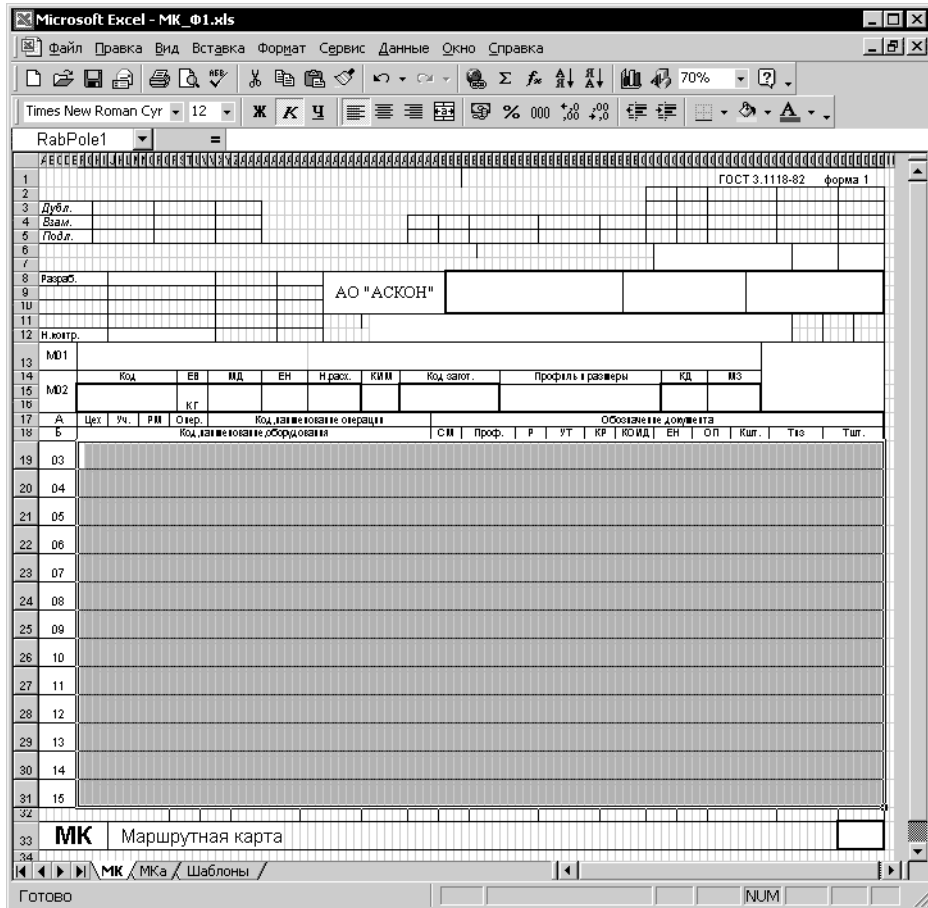

Рис. 3.60. Диапазон «RabPole1»
3.3. Выделите диапазон ячеек на первом листе (до границы карты), в котором будет располагаться текст технологического процесса, и присвойте ему имя «RabPole1» (рис. 3.60).